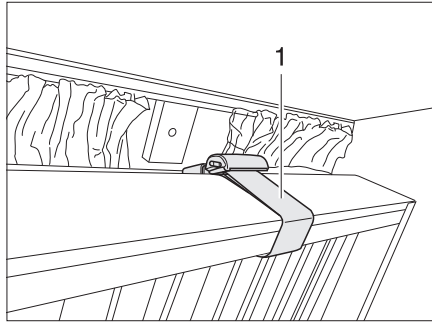

Fig. 58 Lit superposé, rabattable
- ▶ Verrouiller le lit superposé avec la ceinture de sécurité (Fig. 58,1) une fois qu'il est rabattu vers le haut. Risque de blessure!
Les lits superposés peuvent être rabattus vers le haut et sécurisés avec la ceinture de sécurité (Fig. 58,1). La zone sous le lit peut alors être utilisée comme espace de rangement.